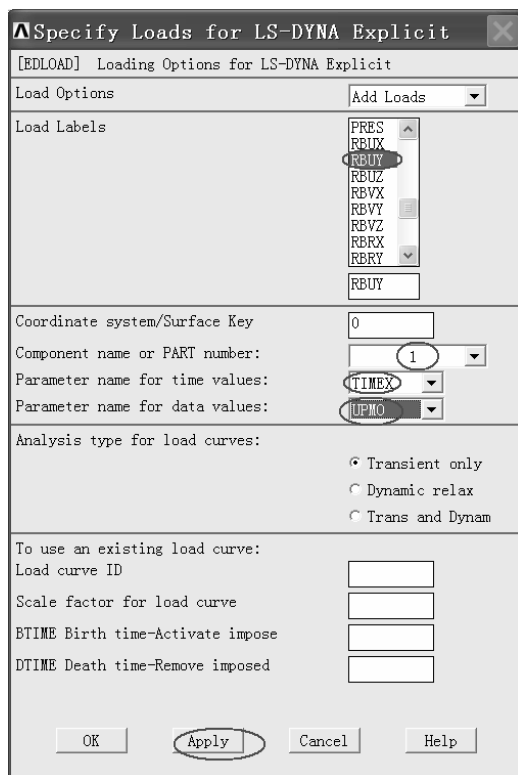
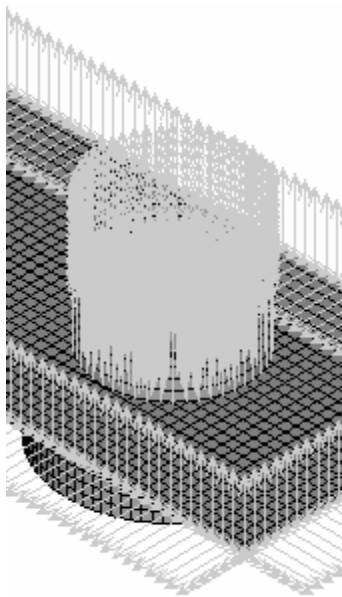

图 10-106 “Specify Loads for LS-DYNA Explicit”窗口
图 10-107 上模受到的位移载荷
(5) 继续在“Specify Loads for LS-DYNA Explicit”窗口“Load Labels”后的方框中选择“RBUY”，在“Component name or PART number:”后选择“1”，在“Parameter name for time values:”后选择“TIMEX”，在“Parameter name for data values:”后选择“UPMO”（见图 10-106），然后单击“APPLY”按钮。图形界面上显示出施加给上模的沿 Y 方向的位移载荷（见图 10-107）。